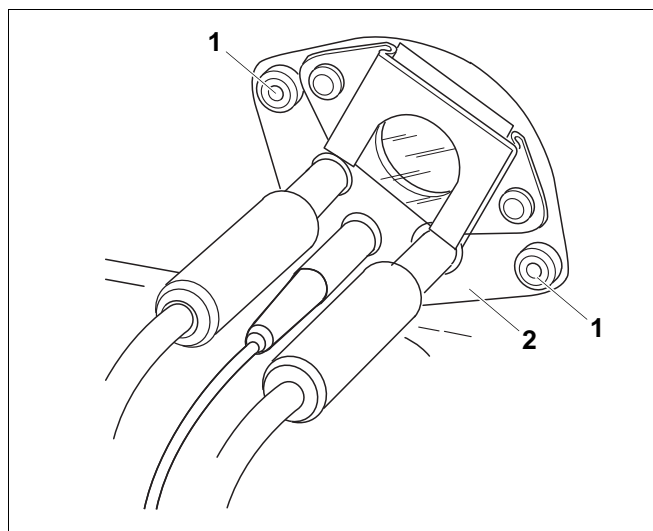

Рис. 25 Крепление электродов
- Отверните винты (рис. 25, **поз. 1**) на креплении электродов (рис. 25, **поз. 2**).